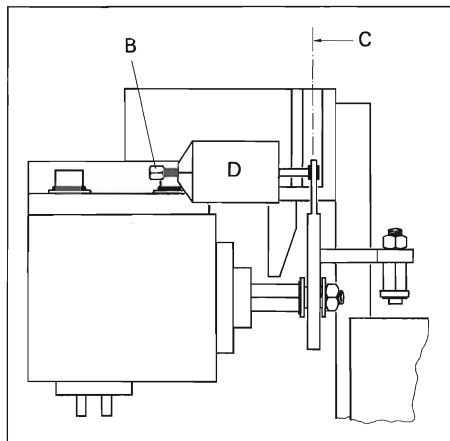

Fig. 3.11
- Durch Drehen der Sechskantmutter [B] am Kolbendämpfer (Fig. 3.11) die Dämpfung so einstellen, dass sich der Schwenkträger kontinuierlich und ohne zu rucken in die PLAY- oder STOP-Position begibt (siehe Kapitel 3.2.4).
- By rotating hexagon nut [B] on the dash pot (Fig. 3.11), adjust the damping action in such a manner that the pivoting carrier moves continuously and freely without jerking into the PLAY or the STOP position (refer to 3.2.4).